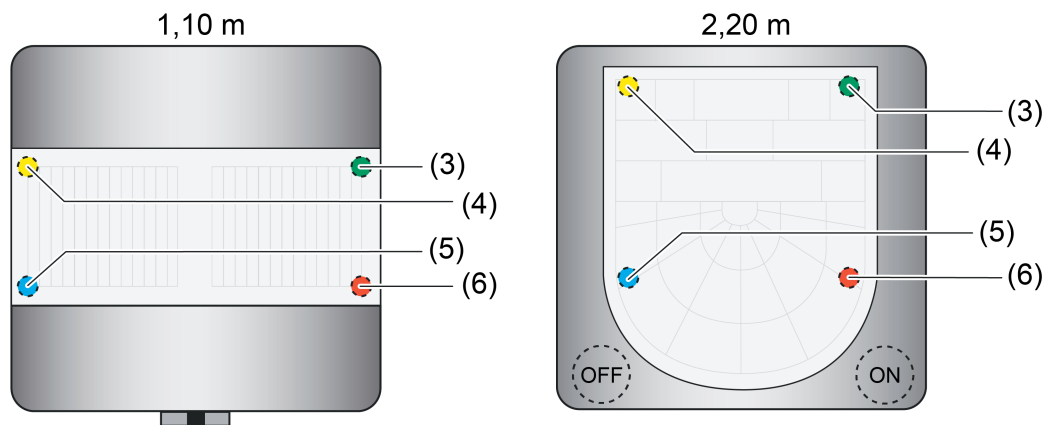

Bild 35: Anordnung der LED zur Anzeige der Betriebszustände
Hinter der PIR-Linse sind 4 LED positioniert, die den Betriebszustand des Geräts signalisieren. Bedarfsweise kann für den ersten Funktionsblock eine aktive Betriebsart "ON" durch eine grüne LED (3) und eine aktive Betriebsart "OFF" durch eine gelbe LED (4) zur Anzeige gebracht werden (Bild 35). Ob die Anzeige der Betriebsarten durch die LED erfolgt, wird für "ON" und